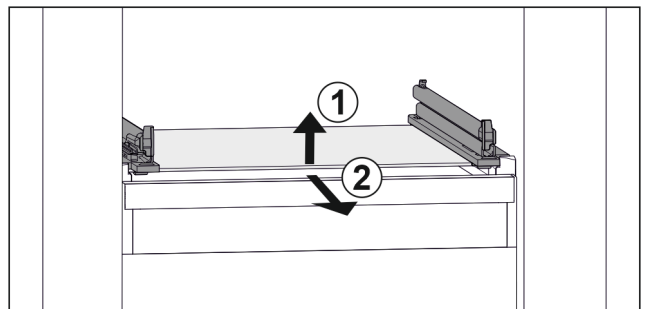

Fig. 59 Приблизне відображення скляної пластини
- ▶ Підняти скляну пластину спереду. Fig. 59 (1)
- ▶ Вийняти скляну пластину рухом вперед. Fig. 59 (2)